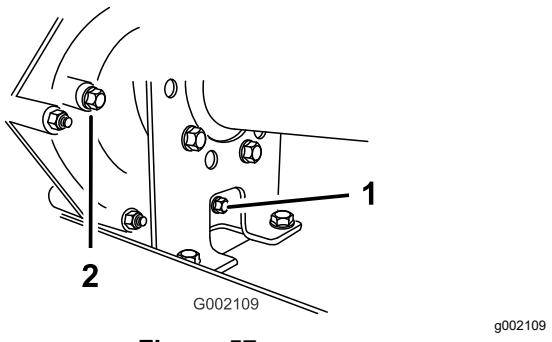

Figura 57
2. Pulite la superficie attorno al tappo di riempimento e di spurgo con un panno (Figura 57).
4. Estraete il tappo di riempimento facendolo girare in senso antiorario (Figura 57).
5. Estraete il tappo di spurgo facendolo girare in senso antiorario (Figura 57).
6. Installate e serrate il tappo di spurgo e la guarnizione del foro del tappo di spurgo della trasmissione (Figura 57).
specificato o fino a quando il livello di fluido nella trasmissione non è a livello con il fondo delle filettature. (Figura 57).
8. Installate e serrate il tappo di riempimento e la guarnizione del foro del tappo di riempimento della trasmissione (Figura 57).
10. Controllate il livello del fluido e aggiungetene altro se è al di sotto delle filettature del foro del tappo di riempimento (Figura 57).